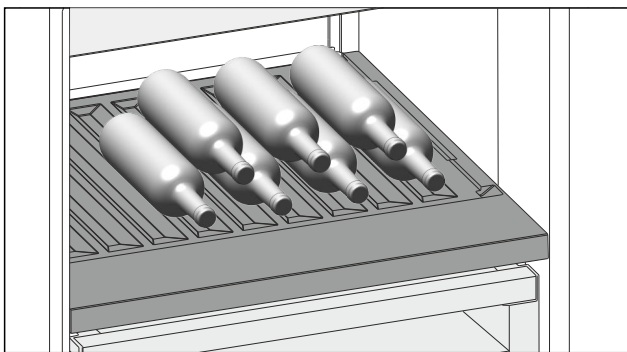

Fig. 152 Beispielhafte Darstellung
- ▶ Flaschen mit dem Boden nach hinten zur Rückwand einlegen. (siehe Fig. 152)